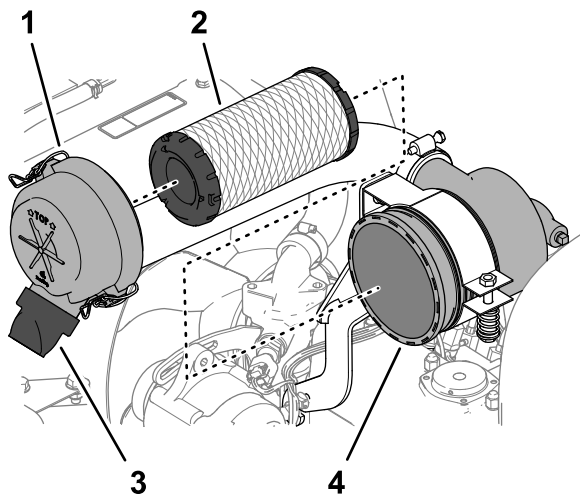

Figure 76
3. Desserrez les fixations qui maintiennent le couvercle sur le boîtier du filtre à air (Figure 76).
6. Retirez l'élément filtrant (Figure 76).
7. Déposez la valve de sortie en caoutchouc (Figure 76) de l'orifice d'éjection de saletés du couvercle du filtre à air.